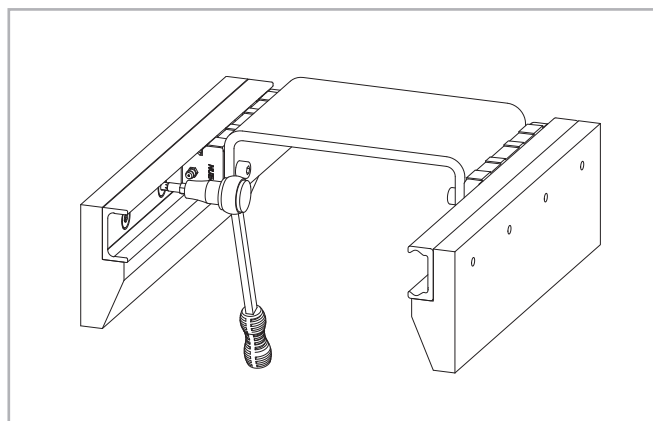

Fig. 113
(2) Montare la guida a piste piane e avvitare solo leggermente le viti di fissaggio.
(3) Inserire il cursore nella guida e montare l'elemento mobile senza serrare completamente le viti
(4) Portare l'elemento al centro della guida e avvitarlo alla corretta coppia di serraggio (vedere pag. CR-59, tab. 42).
(5) Serrare le viti di fissaggio centrali della guida con la coppia di serraggio prescritta (vedere fig. 113).
(6) Spostare l'elemento mobile ad un'estremità della guida e, iniziando da qui, serrare le rimanenti viti procedendo verso l'altra estremità.